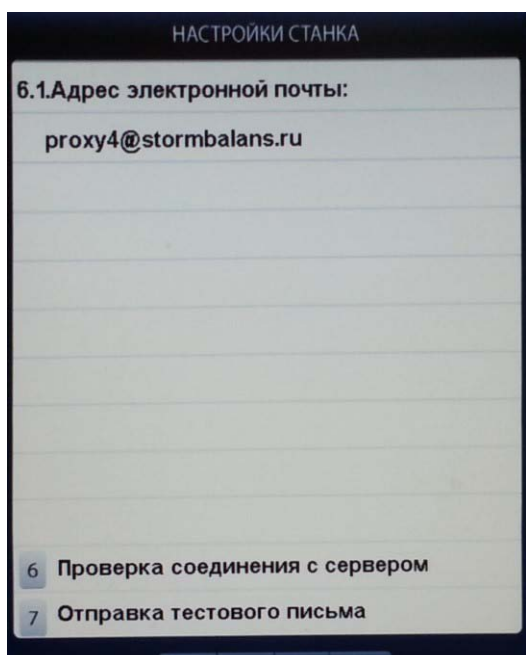

рис.23.3
23.4. Настройка электронной почты (рис.23.3).